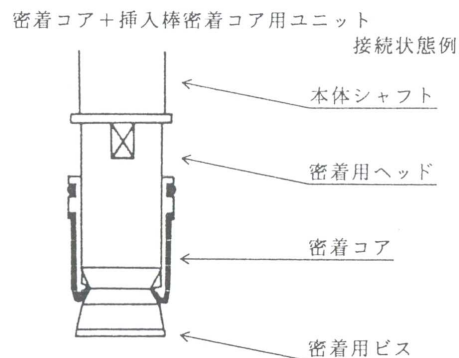
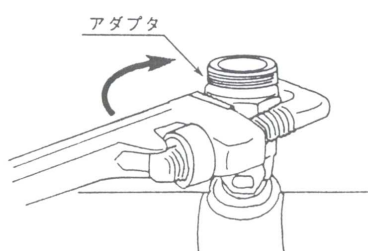
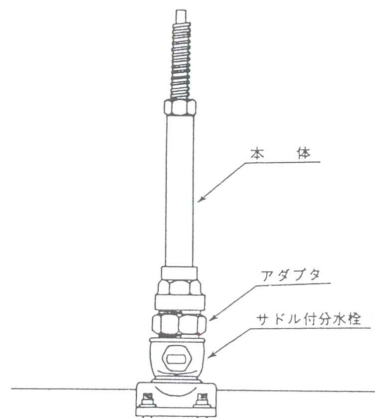

図5
図6
図7
- ⑥密着コアと挿入棒密着コア用ユニットの接続状態を図5に示す。
- ⑦本体ねじ軸を手で止まるまで左に回す。
- ⑧サドル付分水栓の上側取り出し口にアダプタをパイプレンチでしっかり締め付ける。(図6)
- ⑨アダプタに本体をパイプレンチでしっかり締め付ける。
- ⑩各部品の接続状態を確認する。(図7)